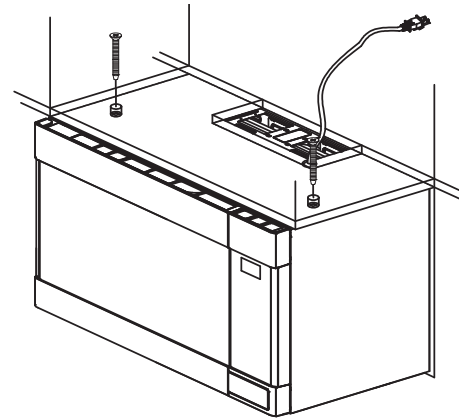

Figure 24
- Insérez ensuite un boulon dans chacun des trous percés dans l'armoire supérieure. • Serrez les boulons jusqu'à ce que l'écart entre l'armoire et le four à micro-ondes se referme complètement. Voir la figure 24.